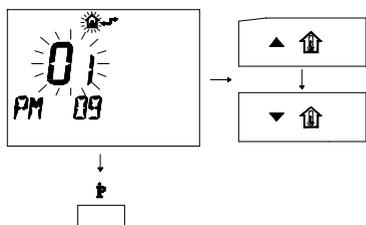

Figura 9.17
- Modificare il SET programmato agendo sui pulsanti **▲** **🏠** o **▼** **🏠** e aspettare che il numero programmato cominci a lampeggiare (Figura 9.17)